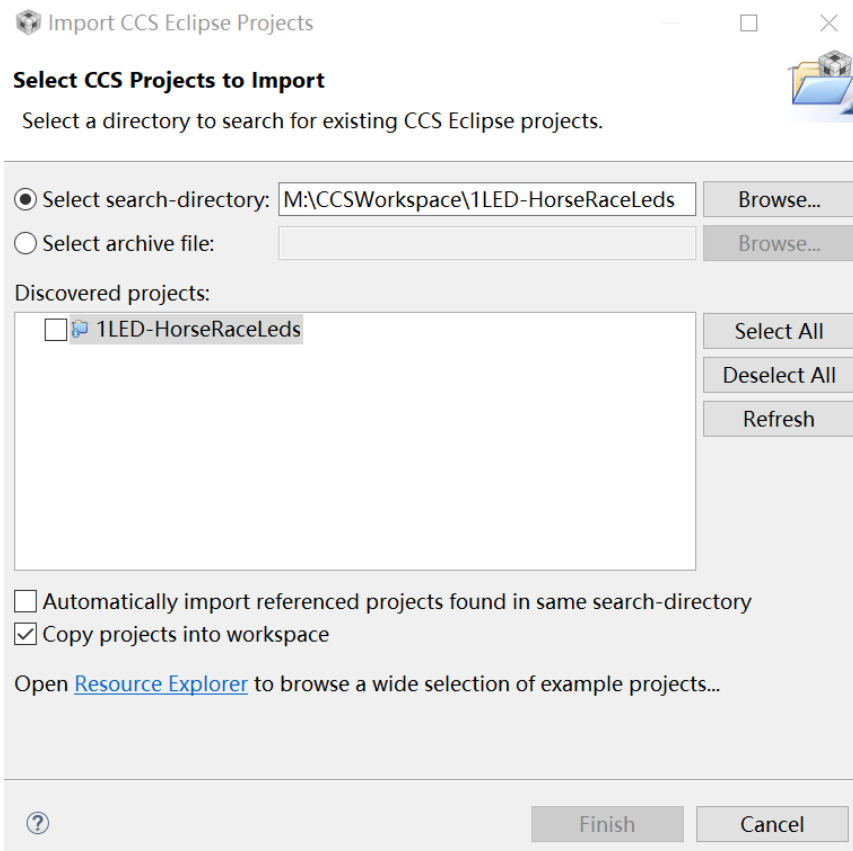

图 1-11 导入已有工程界面
(1) 打开 CCS 后，在 File 菜单栏 Import 选项中，或者在工程浏览窗口（Project Explore）空白处点击右键 Import 选项，或者在 Project 菜单栏中选择 Import CCS Project，打开如图 1-11 界面。